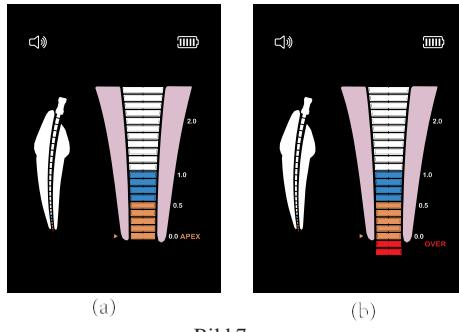

Bild 7
- a) Wenn der Anzeigebalken die Position der Skala 0,0 erreicht hat und auf dem Bildschirm "APEX" erscheint, hat die Endofeile das anatomische Foramen Apikale erreicht. Auf der Grundlage von der gemessenen Länge werden 0,5-1,0 mm abgezogen, um die Arbeitslänge zu erhalten (Bild 7(a)).
- b) Wenn der Anzeigebalken den roten Bereich "OVER" erreicht, bedeutet dies, dass die Endofeile das apikale Foramen überschritten hat. Gleichzeitig ertönt ein gleichmäßiges Piepsgeräusch. [Abbildung 7(b)].